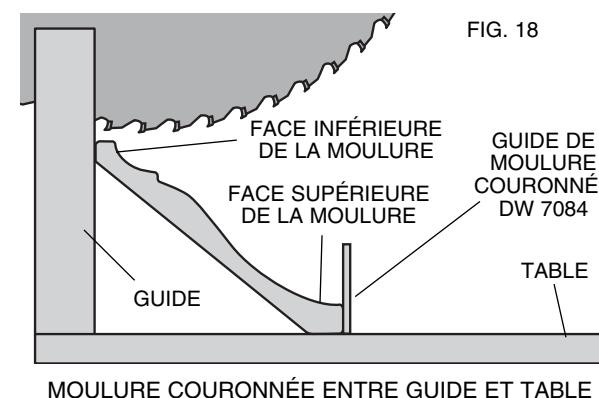

FIG. 18
Placez la moulure sur la table en laissant un angle entre le guide et la table à scier, comme illustré à la figure 18. L'utilisation de l'accessoire de guide pour moulures couronnées (DW7084) est fortement recommandée en raison de son degré de précision et de commodité. Cet accessoire est disponible auprès de votre concessionnaire local.
1. Faites pivoter la moulure de sorte que sa partie inférieure (celle qui sera adossée au mur lors de l'installation) se trouve contre le guide et que sa partie supérieure repose sur la base de la scie, comme illustré à la figure 18.